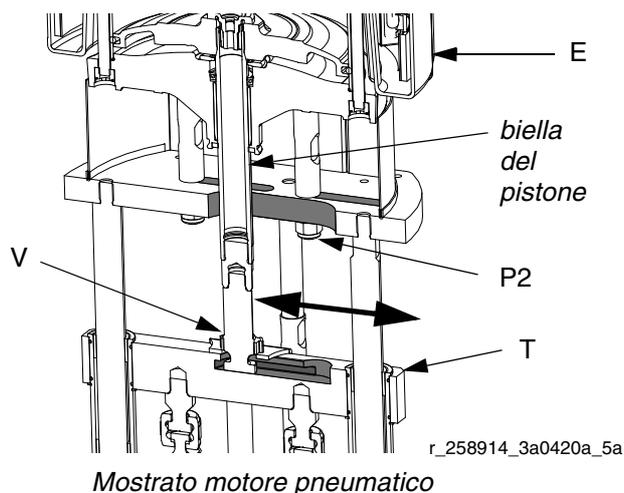

FIG. 7
5. Afferrare la biella del pistone e farla scorrere cambiando la posizione del motore (E) finché le righe indicatrici non si allineano con il rapporto. Vedere la FIG. 6 e la FIG. 7.